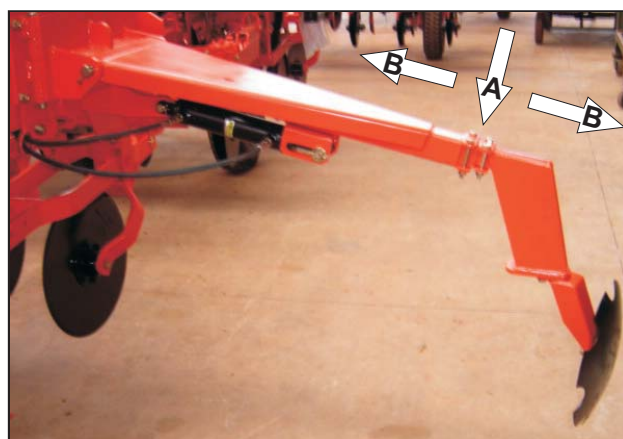

Fig. 52
Solte os parafusos da presilha de fixação (A) e movimente o braço (B) para frente ou para trás, **Fig. 52**, usando como referência a tabela da página de 32.